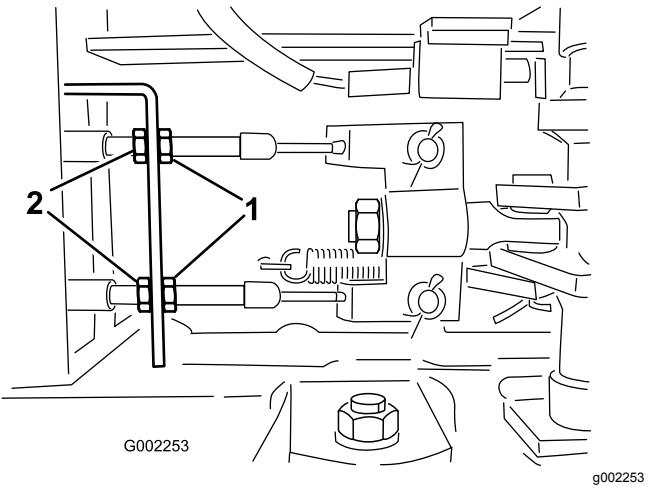

Figura 94
5. Afloje las contratuerzas delanteras de los cables de freno, debajo del extremo delantero del fumigador (Figura 94).
6. Apriete las contratuerzas traseras en la misma cantidad hasta que el pedal de freno recorra entre 1 a 2 cm (½" a 1") antes de que se note resistencia (Figura 94).